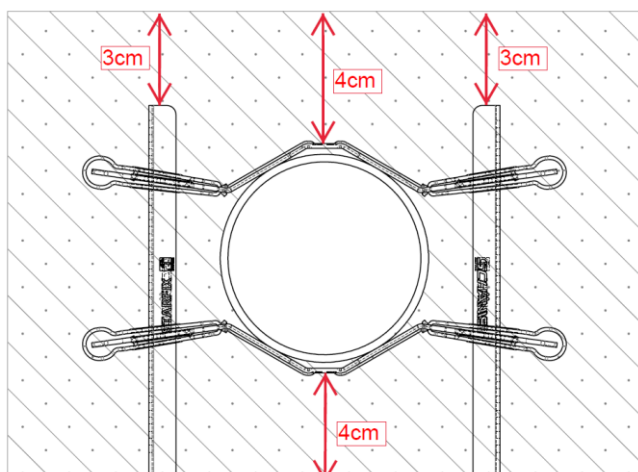

Figura 1
- 2.1 Le tubazioni devono mantenere una distanza minima di 4 cm dal soffitto e dal pavimento in modo da garantire i livelli acustici minimi (vedi Figura 1).
- 2.7 Le lunghezze dei piedi devono essere scelte in modo che le loro estremità mantengano una distanza di almeno 3 cm dalla superficie del calcestruzzo (vedi Figura 1).